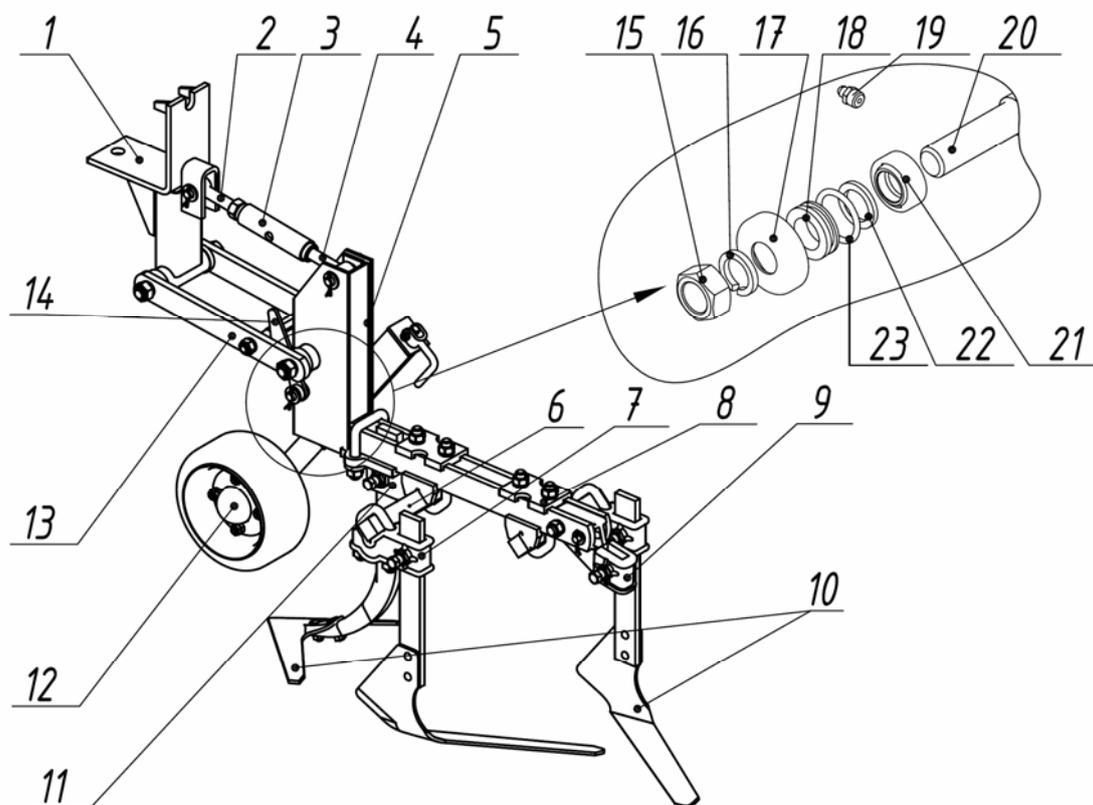

Рис. 2 Секция рабочих органов
2.4 Секция рабочих органов (рис. 2) может устанавливаться в различных местах балки, обозначенных треугольными метками, для обработки междурядий 70. Стяжная гайка с правой и левой резьбой позволяет изменять угол вхождения лап в почву.